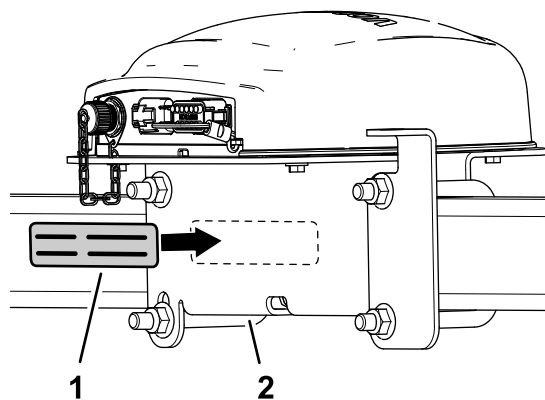

Figure 152
7. Apposez l'étiquette du numéro de série sur le support de récepteur (Figure 152).